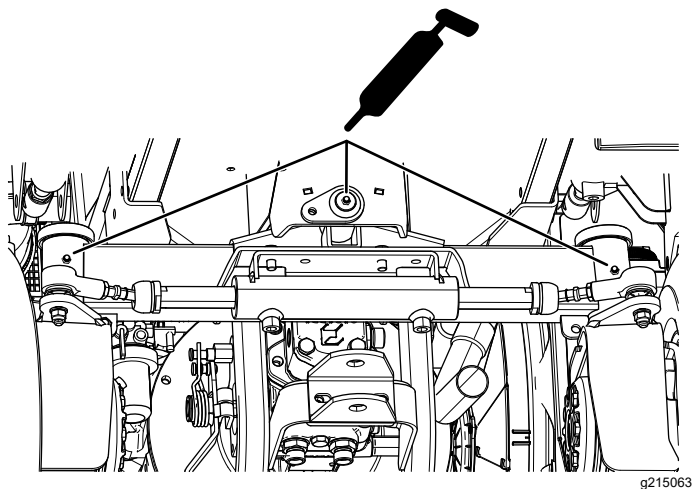

Рисунок 51
- Оси поворота механизма рулевого управления (Рисунок 51).